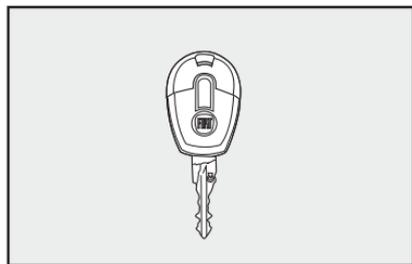

fig. 1
## CHAVES - fig. 1
- Duas chaves **fig. 1**.
A chave **fig. 1** de uso normal no veículo é usada para:
A chave de ignição tem predisposição para instalação de telecomando a distância **fig. 1**.